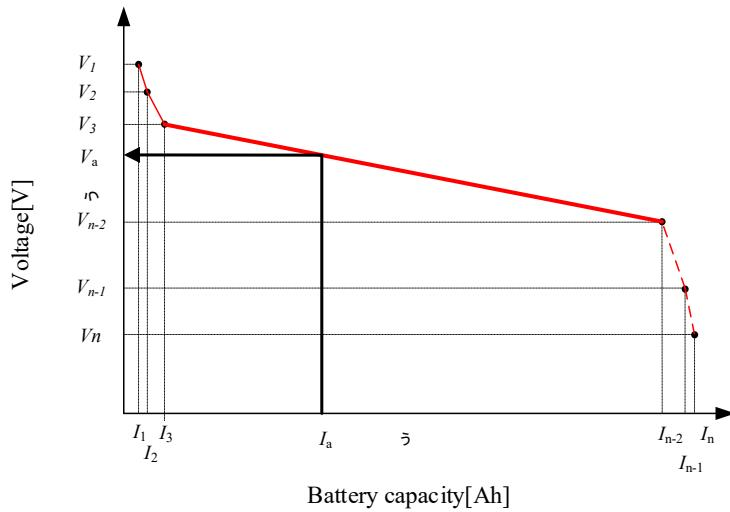
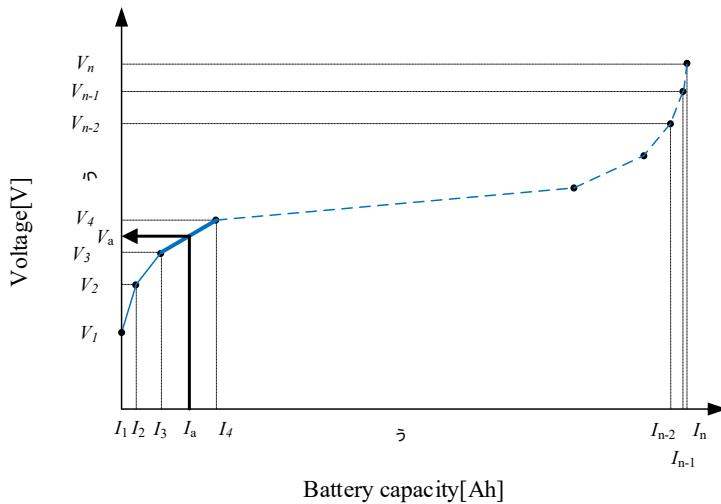

图1 线性插补模式（放电时的操作）
图2 线性插补模式（充电时的操作）
- 相当于图1、图2中的n的设置。如果执行上述命令，以前设置的充放电特性则会被初始化。
- 如图1所示，为放电特性时，设为电压从V1向着Vn降低。
- 如图2所示，为充电特性时，设为电压从V1向着Vn升高。
- 如图1、图2所示，无论是充电特性还是放电特性，都设为电流积分值从Ah1向着Ahn升高。